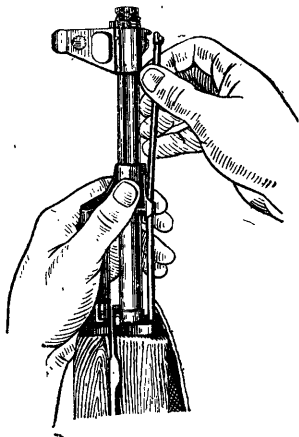

Рис. 4. Отделение шомпола
3) **Отделить шомпол.** Оттянуть конец шомпола от ствола так, чтобы его головка вышла из-под упора на основании мушки (рис. 4), и вынуть шомпол вверх.